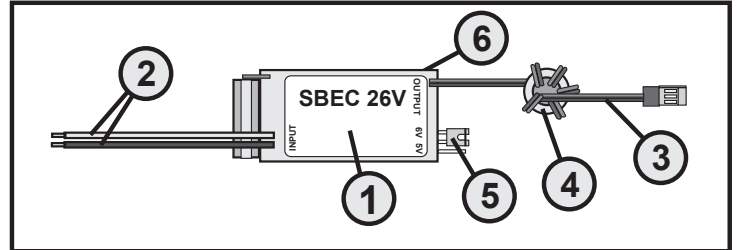

Figure 1
Avant de pouvoir raccorder le câble de sortie à la fiche de servo (3) sur l'entrée d'accu du récepteur, faites passer le câble, conformément aux figures 1 et 2, au total 5 x par l'anneau de ferrite fourni (4). L'anneau de ferrite peut être enveloppé d'un peu de gaine rétractable appropriée pour fixer les câbles. Raccordez ensuite la fiche du servo au récepteur.